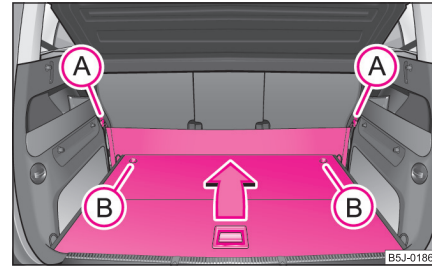

Abb. 4 Gepäckraum: variablen Ladeboden zusammenklappen
- Hängen Sie die Schlaufen (A) der elastischen Tennwand aus den Befestigungspunkten aus.
- Durch Drehen der Sicherungsbolzen **(B)** um ca. 180° nach links entriegeln Sie den Ladeboden ⇒ Seite 2, Abb. 4.